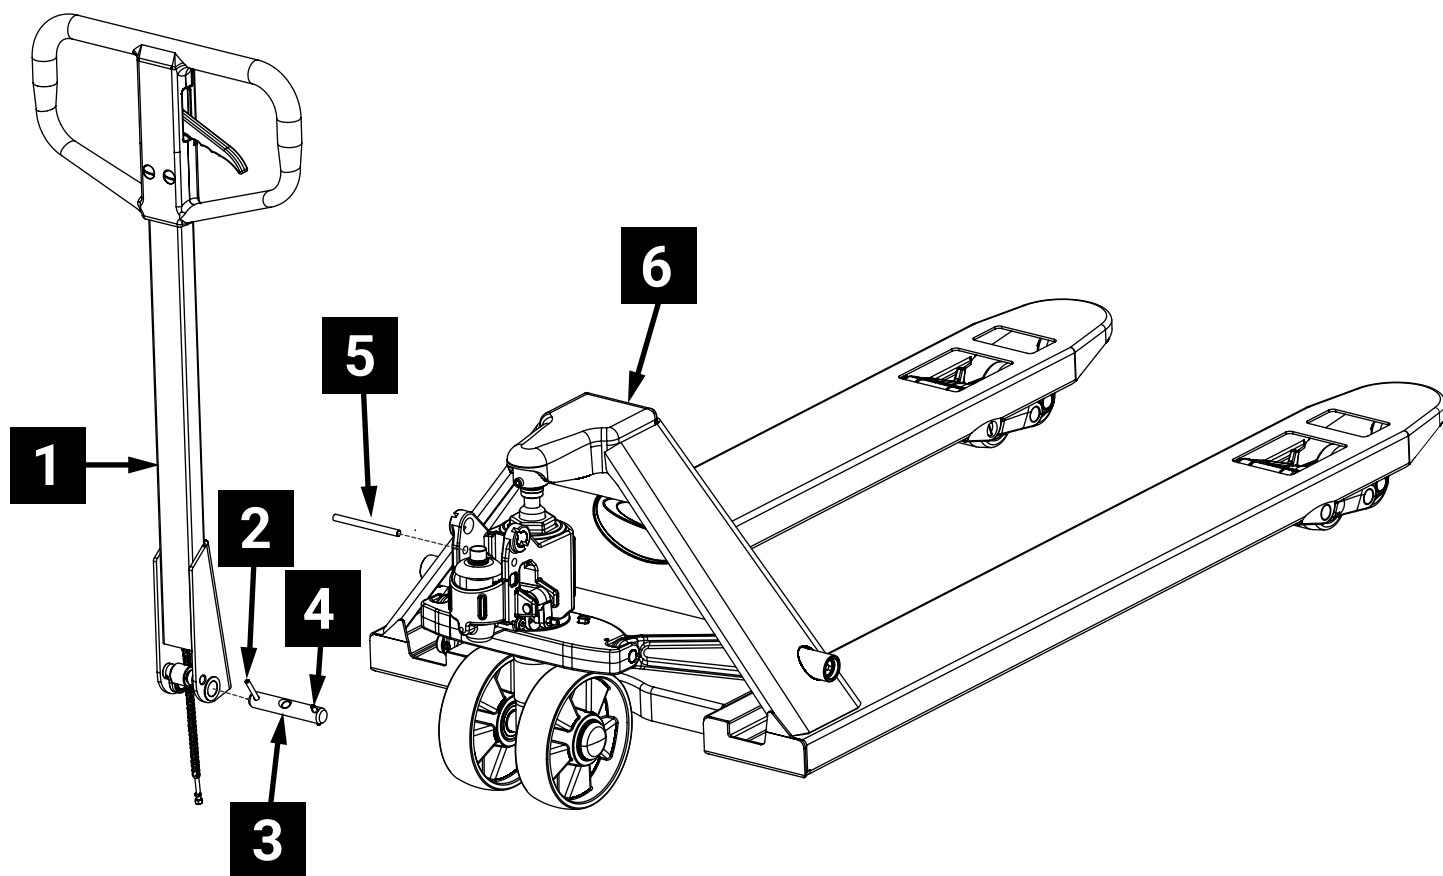

Fig. 3 - Montagem da Alavanca
- Abaixe a alavanca (1).
- Remova o parafuso (5) e a porca (6) conforme mostrado na Fig. 3.